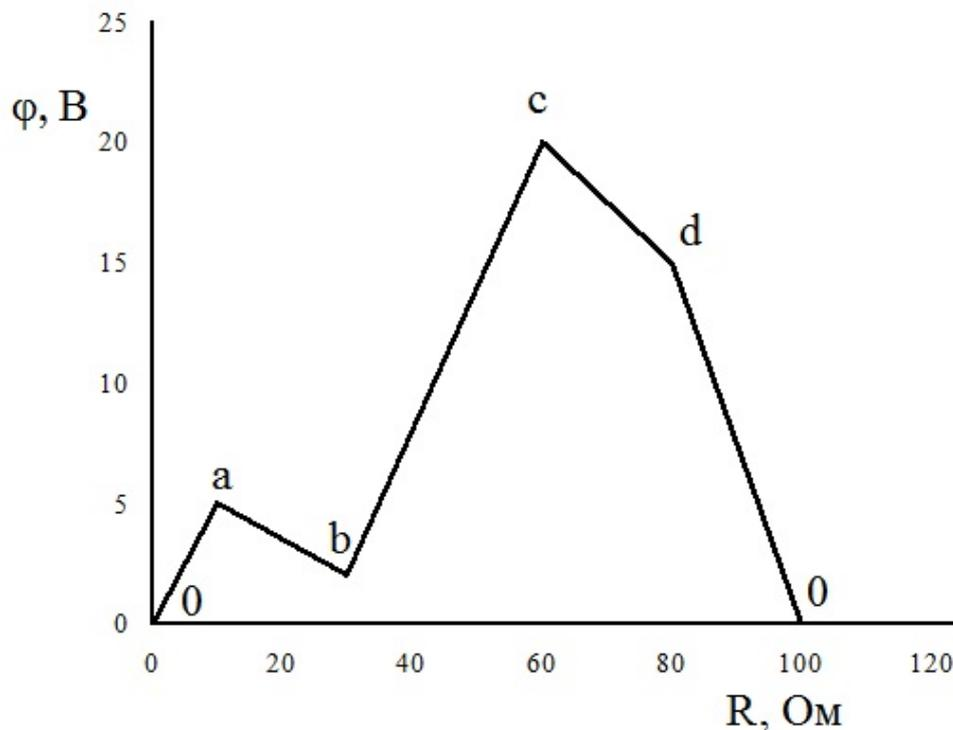

Рис. 1.3. Пример построения потенциальной диаграммы
8. Постройте график распределения потенциала для внешнего контура, исследованного в пункте 19. Например:  $R_1=10$  Ом,  $R_1+R_2=30$  Ом,  $R_1+R_2+R_{02}=60$  Ом,  $R_1+R_2+R_{02}+R_4=80$  Ом,  $R_1+R_2+R_{02}+R_4+R_{01}=100$  Ом,  $\varphi_0=0$  В,  $\varphi_a=5$  В,  $\varphi_b=2$  В,  $\varphi_c=20$  В,  $\varphi_d=15$  В,  $\varphi_0=0$  В (рис. 1.3).